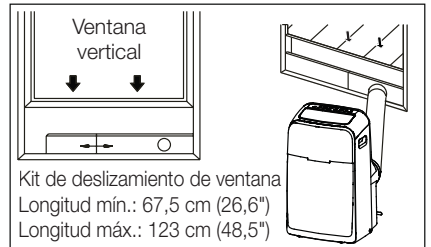

Fig. 9a
6. Acople el adaptador B al kit de deslizamiento de la ventana y cierre. (Fig. 9a y 9b)